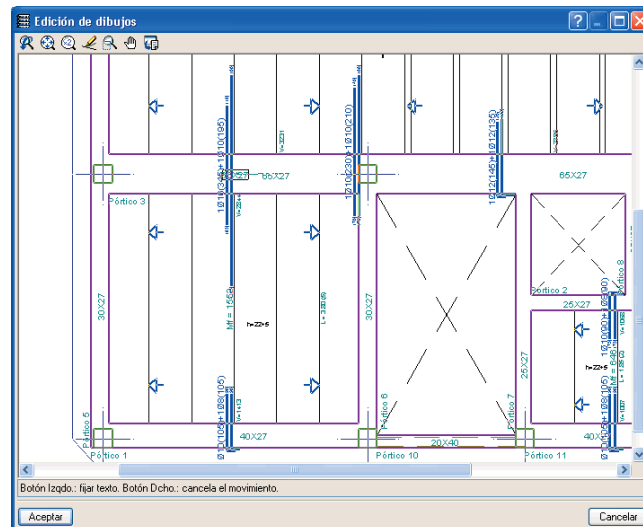

Fig. 3.142
- Para cambiar de posición los textos pulse **Dibujos > Editar dibujo** y pulse sobre un objeto. Se abrirá la ventana **Edición de dibujos** (Fig. 3.142), en la que puede mover un texto pulsando consecutivamente sobre él y sobre la nueva ubicación.